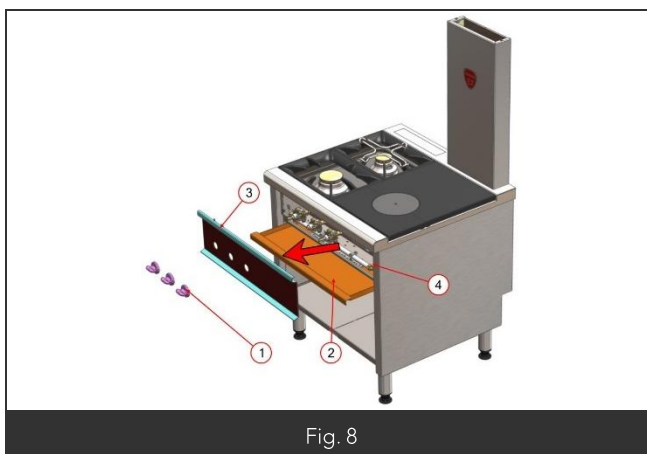

Fig. 8
- 4- La prise de pression est accessible fig.8 rep 4.